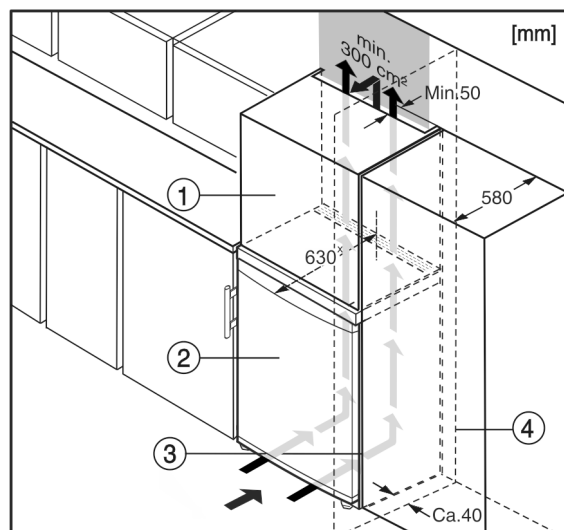

Fig. 6
- (1) Rátétsekrény* (3) Konyhaszekrény*
(2) Berendezés* (4) Fal*
A készüléket körbe lehet építeni konyhaszekrényekkel. Rá lehet szerelni Fig. 6 (2) egy rátétsekrényt, hogy a készüléket a konyhabútorok magasságához Fig. 6 (1) igazítsa.
Ha a készüléket konyhaszekrényekkel építi körül (max. 580 mm mélységben), akkor a készüléket közvetlenül a konyhaszekrény Fig. 6 (3) mellé is felállíthatja. A készülék oldalt 34 mm x mértékben áll előrébb a konyhaszekrény előlapjához képest, a készülék közepénél pedig 50 mm x mértékben.
Ha a készüléket a zsanérjaival a fal Fig. 6 (4) mellé állítja, akkor a készülék és a fal közötti távolság legalább 40 mm kell legyen. Ez a fogantyú túlnyúlásának felel meg, amikor kinyitja az ajtót.*